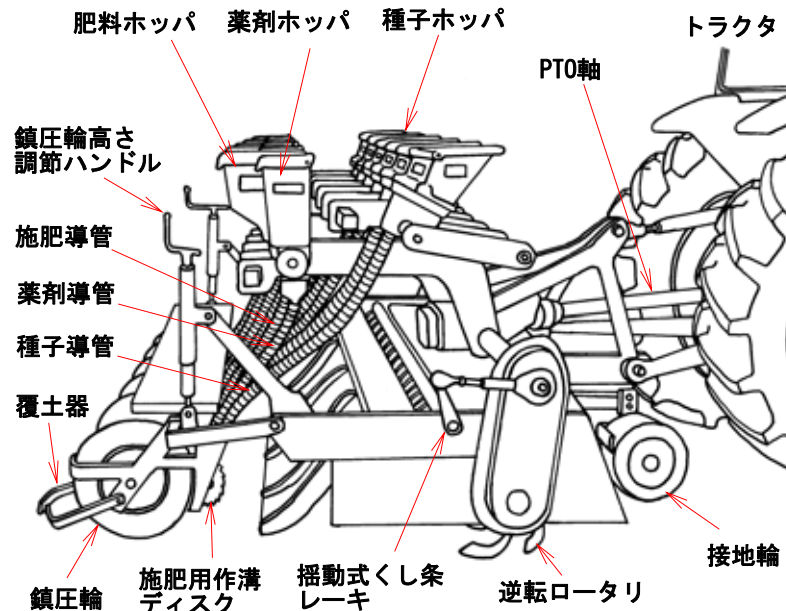
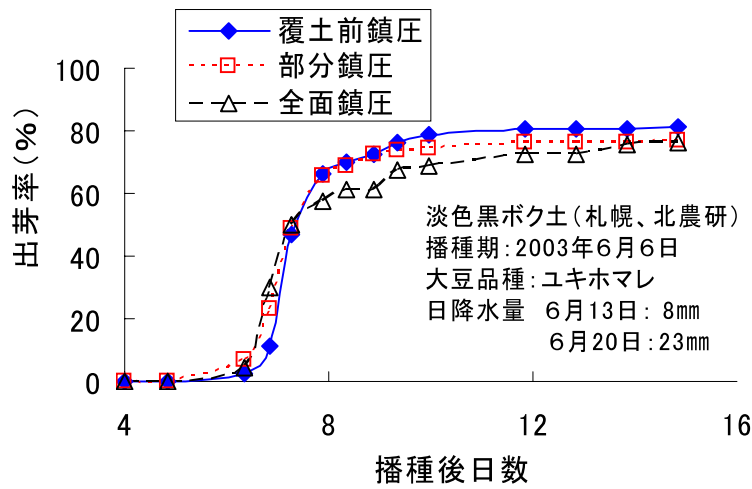

図1 浅耕逆転ロータリシーダの外観
図3 鎮圧法と大豆の出芽率
- (1) 開発機は、耕深を8cmと浅く設定し、逆転ロータリと揺動式くし状レーキにより、少ない耕起土量で大土塊を下層に沈め、細かい土塊を表層に集積できる機構とした。また、導管より地表面に排出された大豆種子を鎮圧輪で転圧し、これにより形成された播種溝上部に膨軟な表土を被せる覆土前鎮圧方式を用いた。播種深は約3cmで、播種と同時に種子近傍に殺虫剤を、種子の側条に化成肥料を施用する機構とした。さらに、条間を慣行の66cmから33cmの狭畦栽培にも適応できる構造とした(図1~2)。
- (2) 開発機の所要動力は作業速度1.2m/sで55PSであり、慣行の逆転ロータリシーダが0.8m/sで60PSであることから、同じ作業速度で所要動力は約30%軽減された。また、砕土性は慣行の逆転ロータリより若干低下したが、淡色黒ボク土、泥炭土、灰色低地土ともに、平均土塊直径1cm以内に砕土でき、大豆の出芽を安定させることができた。
- (3) 覆土前鎮圧で播種された大豆は、種子より下層は強く鎮圧されて毛管水の供給が高く、表層は膨軟に覆土されることから降雨後のソイルクラスト(土膜)の形成が抑制され、慣行の全面鎮圧や部分鎮圧に比べて出芽が短期間に集中し、出芽率も高くなった(図3)。